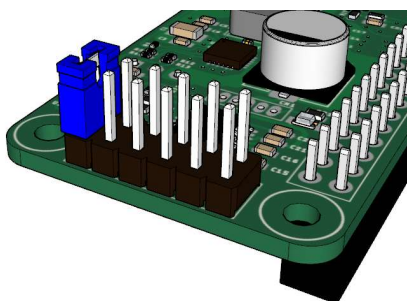

Figura 8: connettore J2 - Jumper JP1 per reset microcontrollore.
5. Inserire il jumper di reset del microcontrollore nel connettore J2 come riportato nella figura 8, il diodo led DL4 potrebbe iniziare a lampeggiare.